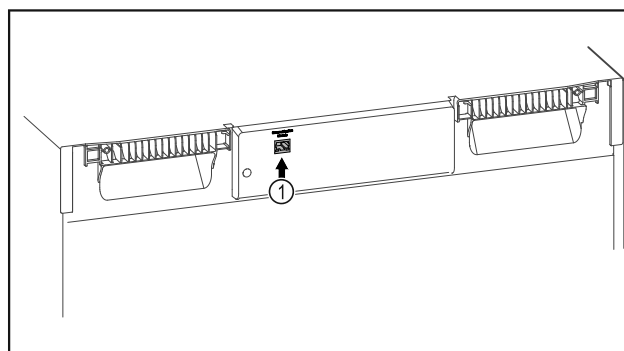

Fig. 142
- ☐ A SmartModule Fig. 142 (1) be van helyezve.